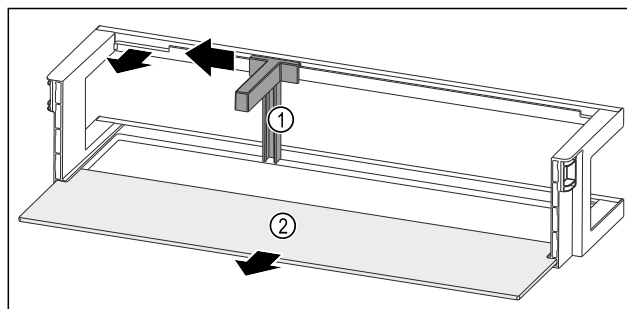

Fig. 116 Półka w drzwiach z uchwytem butelek i półką
- Przesunąć uchwyt butelek Fig. 116 (1) na bok do zagłębienia.
- Wyjąć uchwyt butelek Fig. 116 (1).
- Wyjąć półkę Fig. 116 (2).